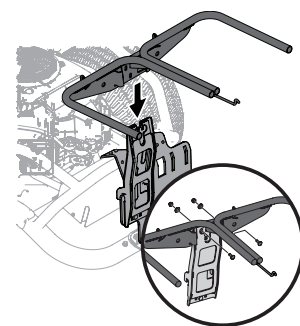

Figure 8
1. Installez et fixez l'ensemble de suspension (683-04461C) sur le support vertical à l'aide de deux boulons de chariot (710-0276), deux rondelles de tasse (736-0242) et deux contre-écrous d'épaulement (712-04063) du kit de quincaillerie 689-01419. Voir Figure 8.